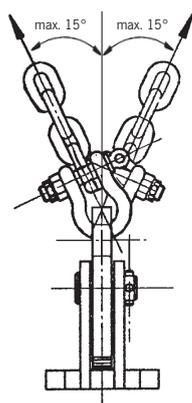

Fig. 3
- Está prohibido aplicar fuerzas laterales con un ángulo de inclinación de más de 15° al dispositivo de elevación (Fig. 3).